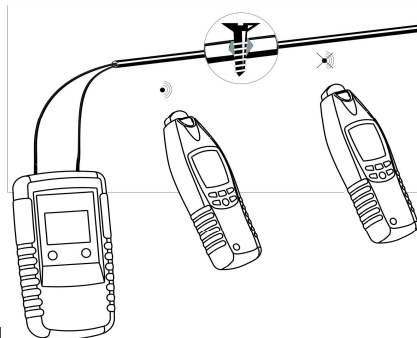

figure 11
- Connectez l'émetteur comme illustré sur la figure 11.